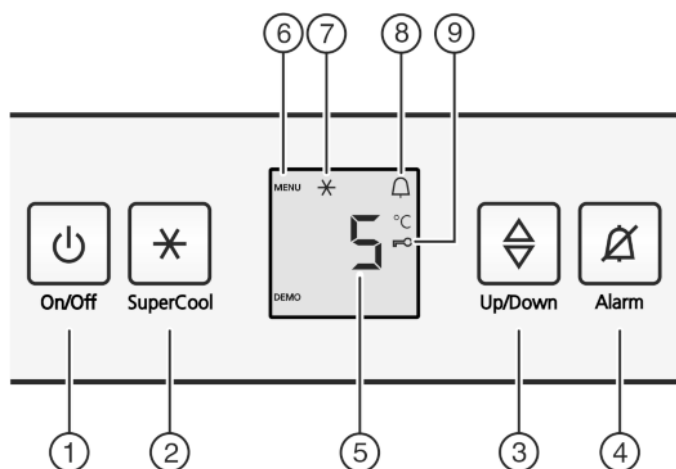

Fig. 2
- ▶ Нажать кнопку On/Off Fig. 2 (1).
- ▶ Нажмите кнопку «SuperCool» Fig. 2 (2) и удерживайте ее прим. 5 секунд.
- ▷ На индикаторе будет отображаться символ «Меню» Fig. 2 (6).
- ▶ Для подтверждения нажать и отпустить кнопку «SuperCool» Fig. 2 (2).
- ▷ На индикаторе горит символ «Защита от детей» Fig. 2 (9).
- ▶ Нажать и отпустить кнопку «On/Off» Fig. 2 (1).
- ▶ Нажмите кнопку Alarm Fig. 2 (4).
- ▶ Активация модуля регулировки температуры: нажмите кнопку настройки Fig. 2 (3).
- ▶ Температуру меняйте ступенями по 1 °С: нажимайте кнопку настройки Fig. 2 (3) до тех пор, пока на индикаторе температуры не будет высвечена требуемая температура.
- ▶ Коротко нажмите кнопку SuperCool Fig. 2 (2).
- ▷ На индикации горит символ SuperCool Fig. 2 (7).
- ▷ Символ SuperCool Fig. 2 (7) на индикации гаснет.